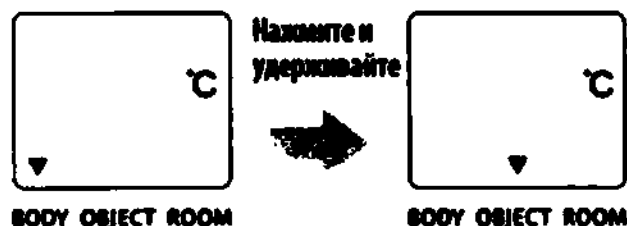

Рисунок 8
2. Нажмите и удерживайте кнопку РЕЖИМ-ПАМЯТЬ (MODE-MEMORY), при этом указатель должен переместиться вправо, напротив подписи OBJECT (ПРЕДМЕТ) (Рисунок 8).